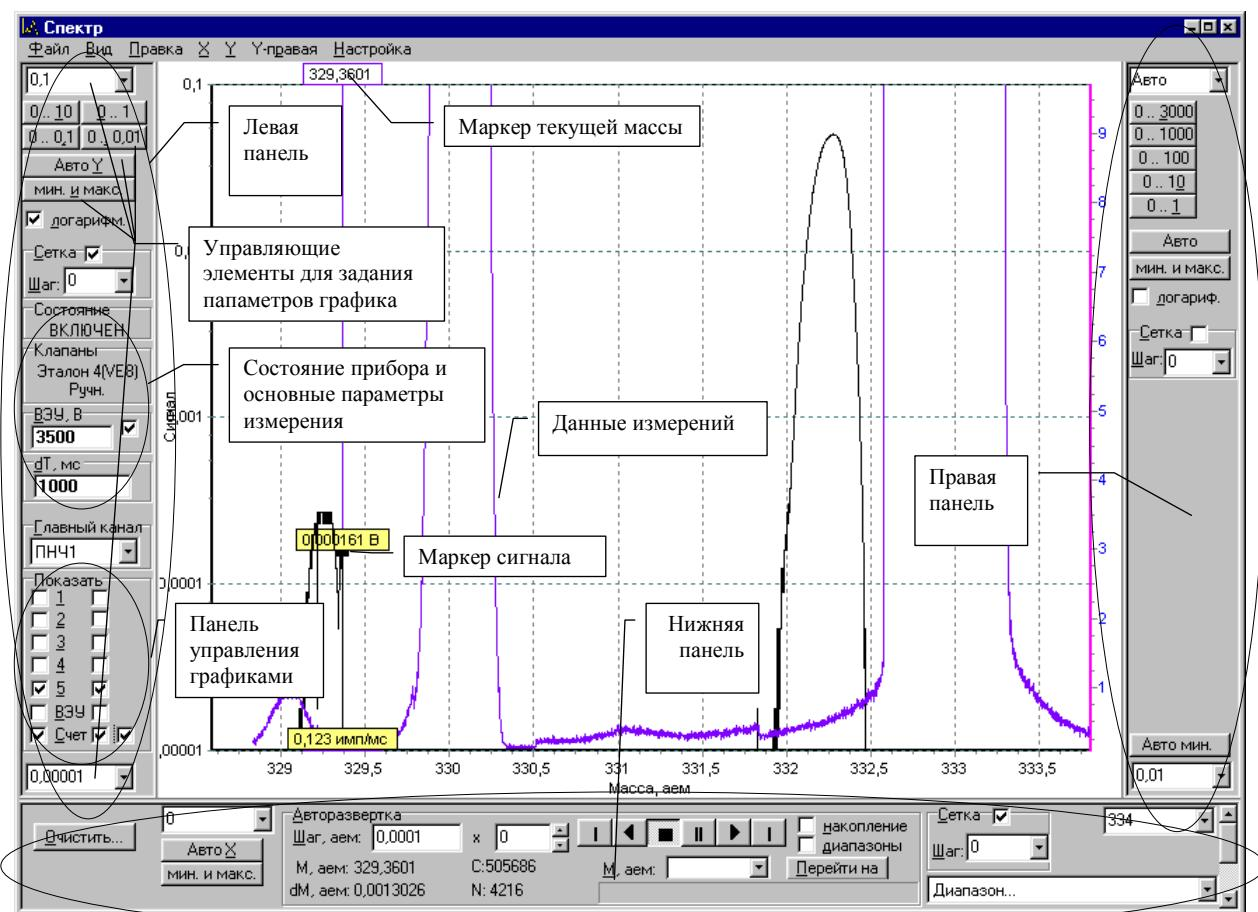

Рис. 3.9
Окно масс-спектра (ОМС, рис. 3.9) предназначено для динамического отображения данных измерения и контроля процесса измерения в реальном времени.
- Управляющие элементы для задания параметров отображения для левой вертикальной оси графика (самый верхний и самый нижний элемент на панели, см. рис. 3.9). Здесь можно ввести значение, выбрать значение из списка, где сохраняются ранее введенные числа, либо установить «Авто» — автоматический подбор границы. **ВНИМАНИЕ!** Пределы могут графика могут не соответствовать значениям, указанным в управляющих элементах, это происходит в результате прокручивания поля графика мышкой и масштабирования части графика мышкой (см. пункт 3.7.6), или установки автоматического выбора пределов кнопкой «Авто Y». При указании параметров графика с помощью управляющих элементов происходит установка параметров, но обратное согласование — при изменении параметра графика, отобразить изменение в управляющем элементе — не производится. Повторно установить указанное в управляющих элементах значение можно дважды щелкнув мышкой на «управляющем элементе для задания пределов».